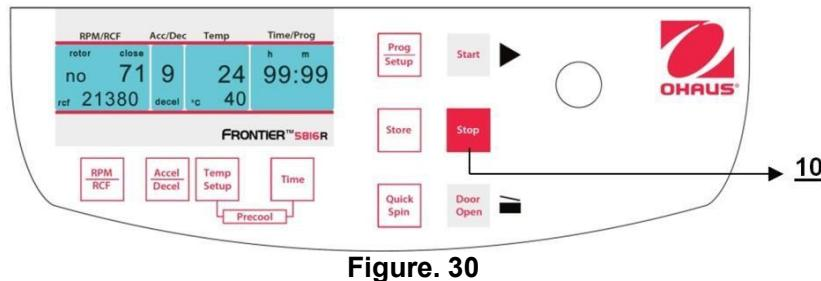

Figure. 30
Avec la touche "Stop" (10) (voir la figure 30), il est possible d'interrompre une centrifugation à tout moment. Après avoir appuyé sur la touche, la centrifugeuse décélère conformément à l'intensité présélectionnée jusqu'à son arrêt complet.